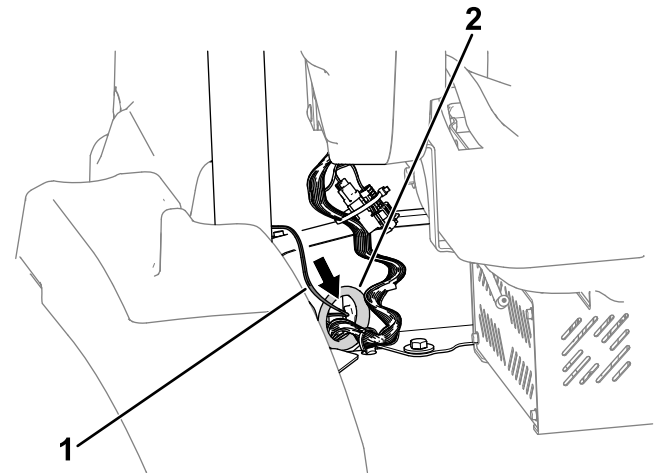

**Figure 7**
- Acheminez le faisceau de câblage du kit du panneau de commande le long du tube de l'arceau de sécurité, comme montré à la Figure 7.
- Attachez le faisceau de câblage au tube de l'arceau de sécurité avec autant d'attache-câbles que nécessaire (Figure 7).